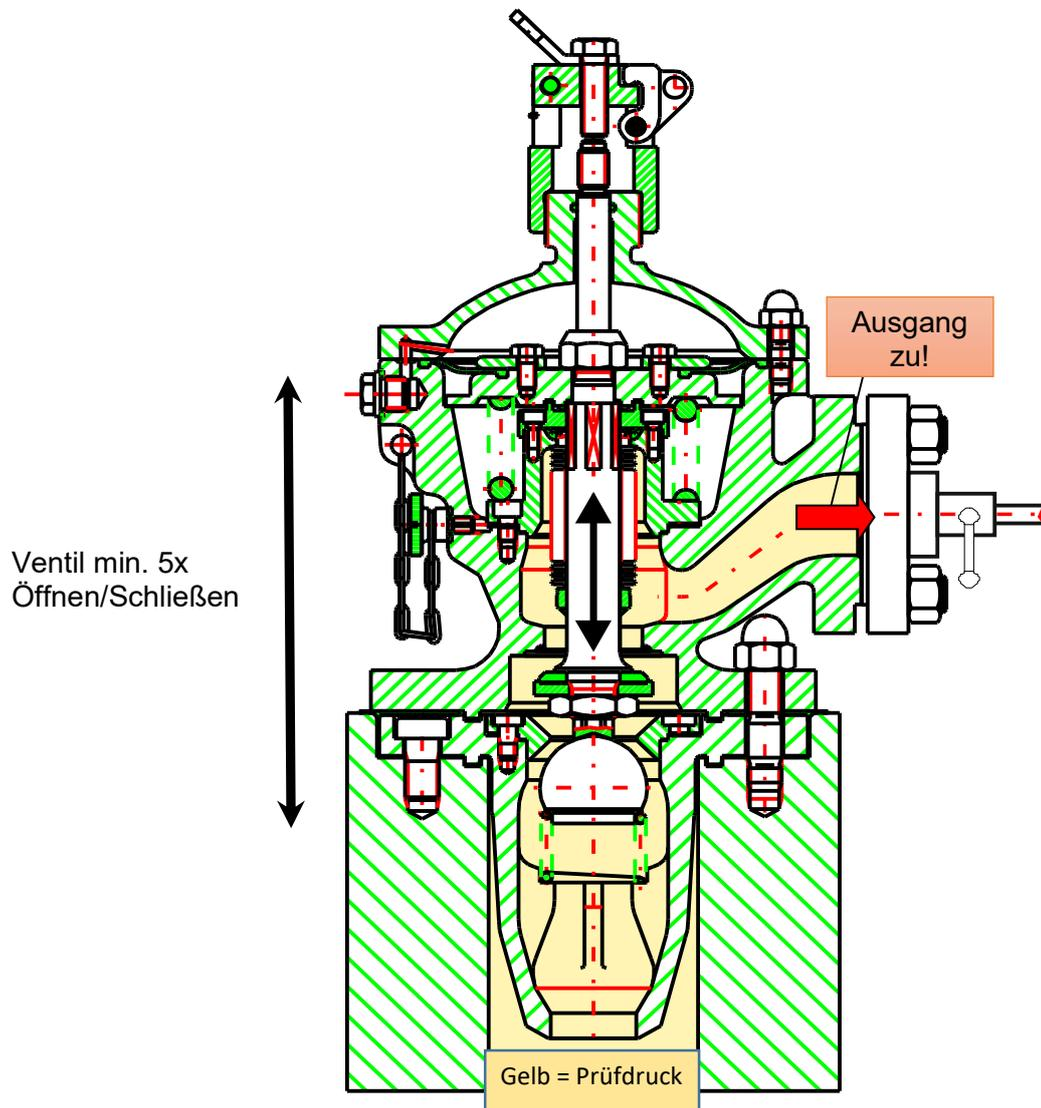

Bild 11: Bedienung mit Handhilfsbetätigung und Prüfdruck im Ventil
4.3 Bedienung der kompletten Ventileinheit mit der Handhilfsbetätigung und mit Prüfdruck im Ventil Bild 11 - **NUR FÜR NEUE VENTILE**